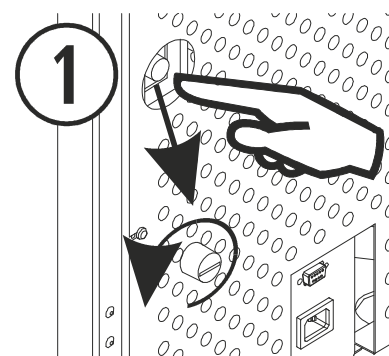

Figura 25
- 6.11.** *Con la caldera desenchufada*, comprobar el termostato de seguridad que se encuentra en la parte trasera, hacia el lateral derecho de la caldera. Para activarlo se debe desenroscar el tapón y pulsar el botón si fuese necesario, si el termostato se encuentra activado escuchará un "clic". Si el termostato de seguridad ya había sido activado con anterioridad, consulte con su distribuidor. En la *figura 25* se ilustra la posición del termostato en la *Cantina Nova* y *Aveiro*. En la *Super Insert*, el termostato de seguridad lo encontramos abriendo la puerta de cristal, en el lateral derecho.
① Termostato de seguridad y rearme.